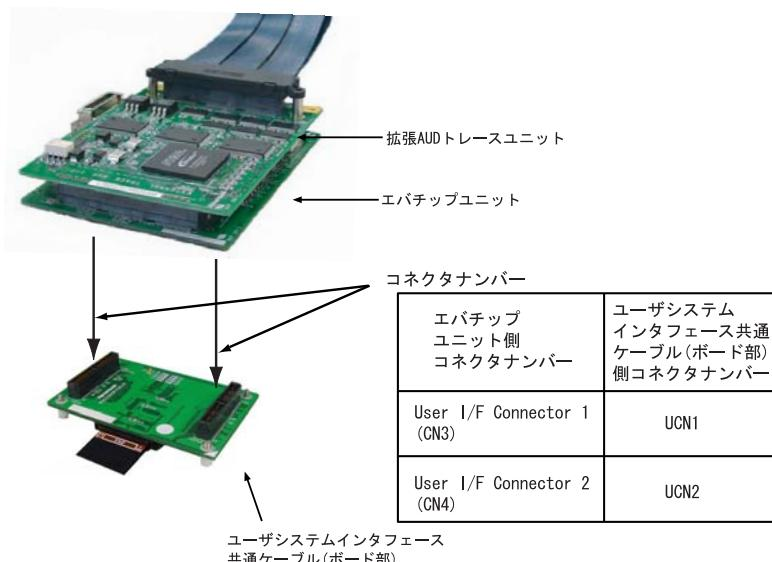

図4 エバチップユニットとの接続
- (1) ユーザシステムおよびエミュレータの電源が切れていることを確認してください。
- (2) ユーザシステムインターフェース共通ケーブル(ボード部)とエバチップユニットのコネクタをコネクタナンバーに合わせて接続します(図4参照)。
- (3) ユーザシステムインターフェース共通ケーブル(ボード部)に付属しているスペーサをユーザシステムの状態に合わせて、高さを調整してください。